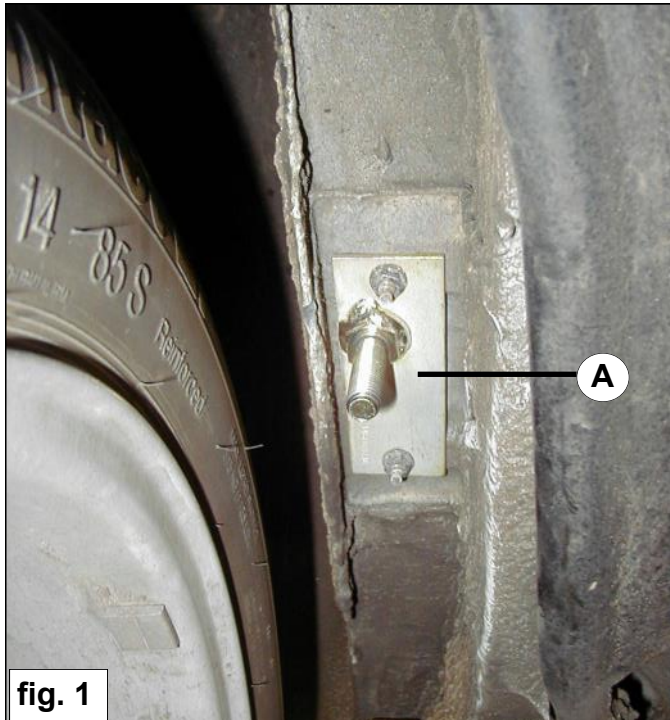

fig. 1
4. Montieren Sie den Bügel **A** auf dem Chassisträger mit dem Bolzen an die Hintenseite des Fahrzeugs. Siehe fig. 1.